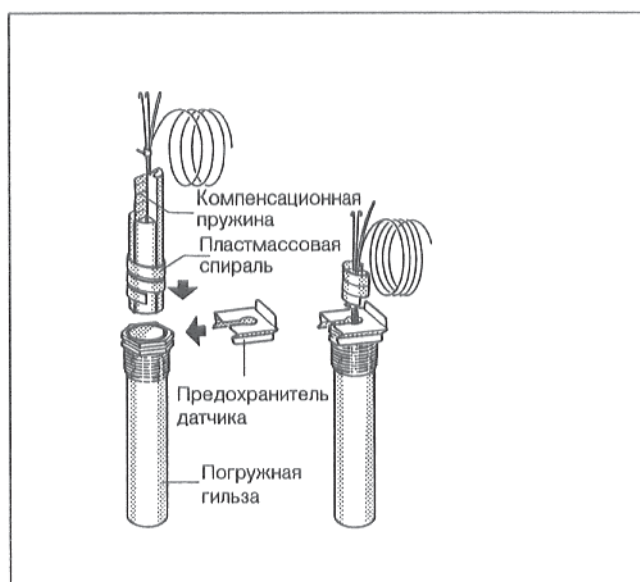

Рис. 24
- Пластмассовая спираль, предназначенная для того, чтобы удерживать вместе датчики, при вставлении автоматически перемещается назад (Рис. 24).
- Чтобы обеспечить контакт между погружной гильзой и поверхностями датчиков и, тем самым, надежную передачу температуры, необходимо вставить между датчиками компенсационную пружину (Рис. 24).
Сбоку или сверху надеть на головку погружной гильзы предохранитель датчика (Рис. 24).